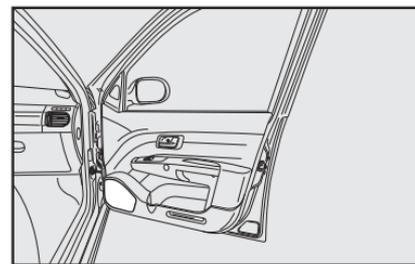

fig. 153
- Altoparlantes en las puertas delanteras **fig. 153**.